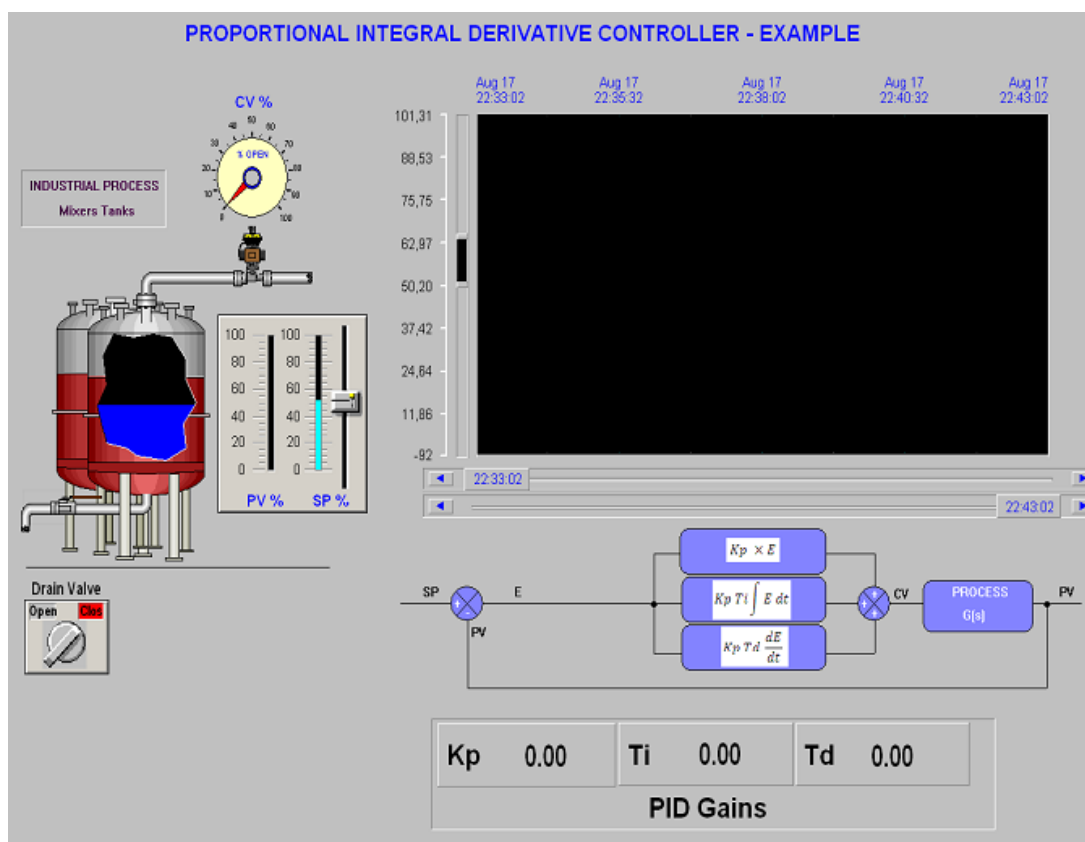

Figura 1 – Exemplo de Tela de IHM para Controle de Nível em Tanque Misturador
Pode-se ilustrar e aplicar este conceito, usando Processador de I/Os SEL-2411 como um controlador de nível de um tanque misturador. Conforme mostrado na Figura 1, a nível de um reservatório deve permanecer em um valor determinado, ou setpoint (SP). O nível do líquido medido no tanque é dinâmico e será chamado de variável de processo (PV). A posição da válvula de admissão é chamada de variável de controle (CV). O CV regula o PV, controlando o fluxo de entrada no reservatório. A diferença entre o PV e do SP é o erro (E).